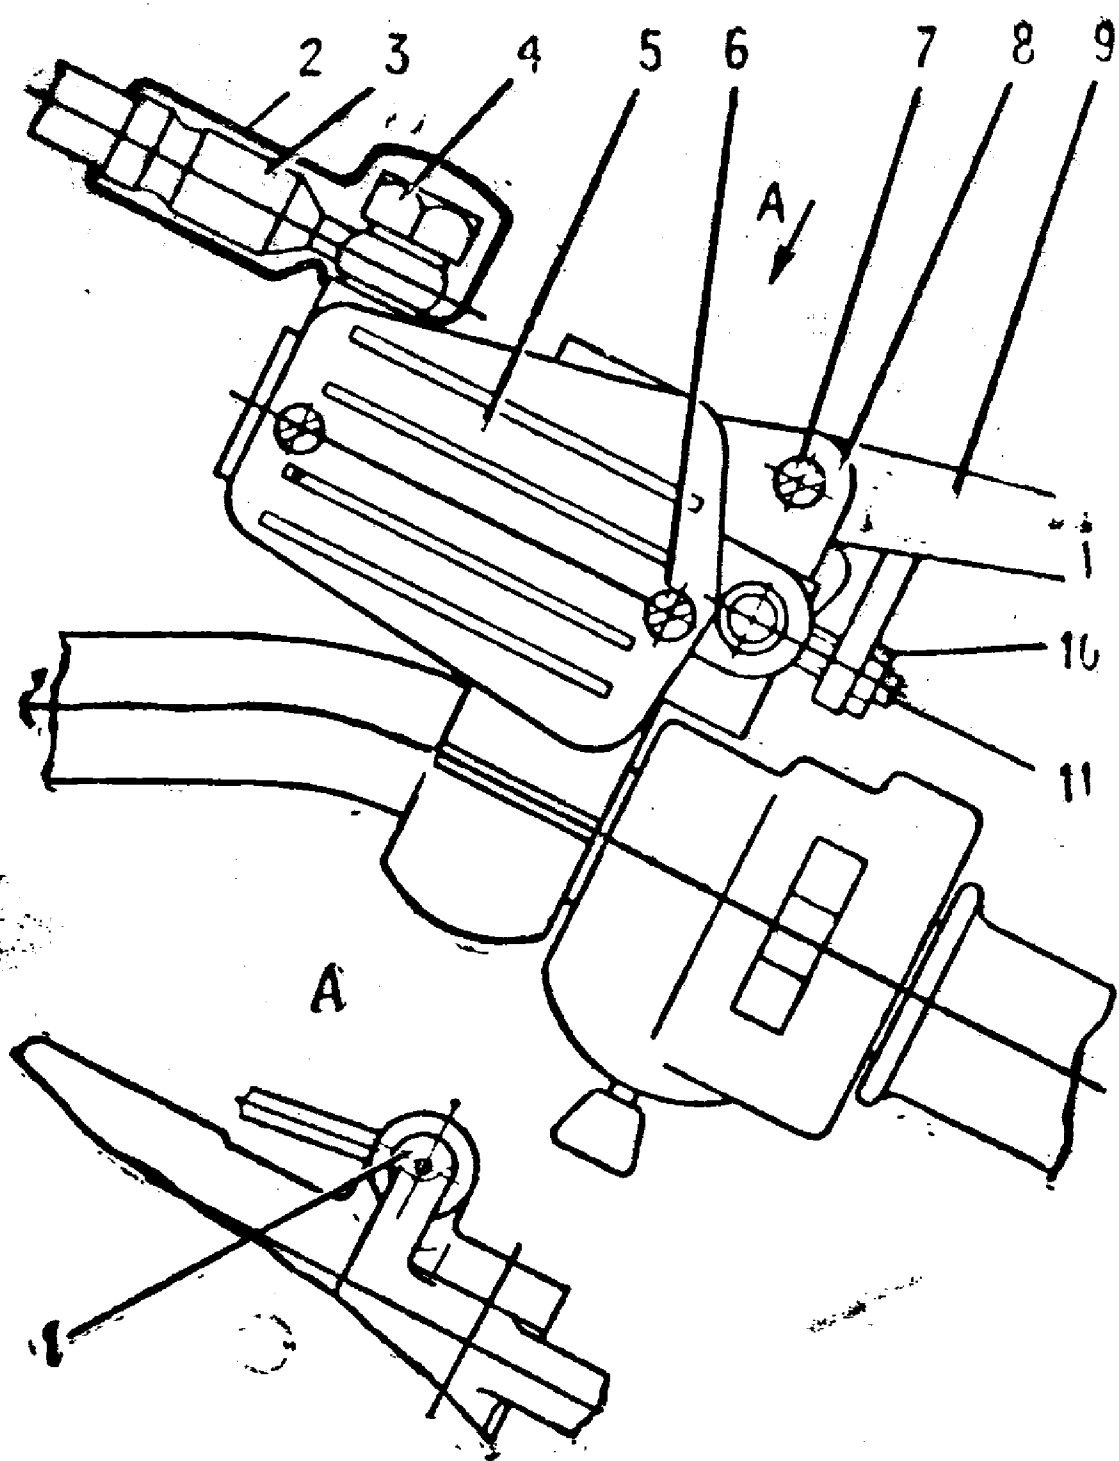

Рис. 25. Привод гидравлического тормоза:
- вывернуть винты 6, снять крышку 5 (рис. 25) главного тормозного цилиндра и диафрагму;
- нажимая на рычаг 9 (рис. 25) тормоза переднего колеса, сливать жидкость из системы, доливая в главный тормозной цилиндр свежую тормозную жидкость до тех пор, пока во всей системе не произойдет замена жидкости, следить, чтобы жидкость полностью из главного тормозного цилиндра не удалялась;
— нажать резко 3...4 раза на рычаг 9 (рис. 25) тормоза переднего колеса и, удерживая рычаг тормоза нажатым, отвернуть на 1...2 с клапан выпуска воздуха на 1/4 оборота, чтобы из тормозной системы вышел воздух (пузырьки в емкости). Эту операцию повторять до полного удаления воздуха из гидросистемы;